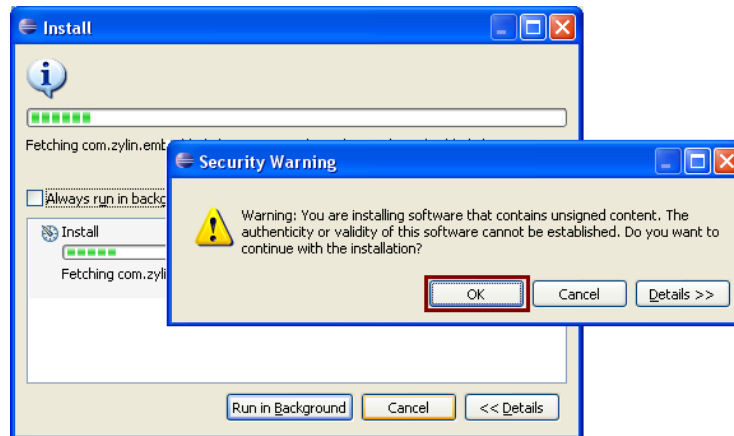

Figura 16: Advertencia de seguridad sobre el contenido que se está instalando
- Durante la instalación nos puede aparecer una advertencia de seguridad sobre el contenido que vamos a instalar, este software es de confianza y por tanto pulsamos ok en la ventana de advertencia como se nota en la figura 16.